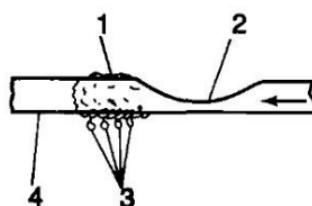

Рис. 59. Смятый трубопровод хладагента:
17.1. Деформация трубопровода происходит в том случае, когда его сильно изгибают, в результате чего образуется сплющенный участок. Эту неисправность определяют визуально. Однако если сопротивление имеет место в жидкостном трубопроводе, то в месте смятия создается разность температур в результате дросселирования хладагента. Если трубопровод деформирован в значительной степени, то на участке после места смятия образуется конденсат или слой инея (рис. 59). При незначительной деформации трубопровода сплющенный участок можно выпрямить посредством труборасширителя. Если этого недостаточно, то этот участок трубопровода вырезают и меняют на новый. До начала ремонта из трубопровода выпускают хладагент, чтобы избежать возможных травм обслуживающего персонала.